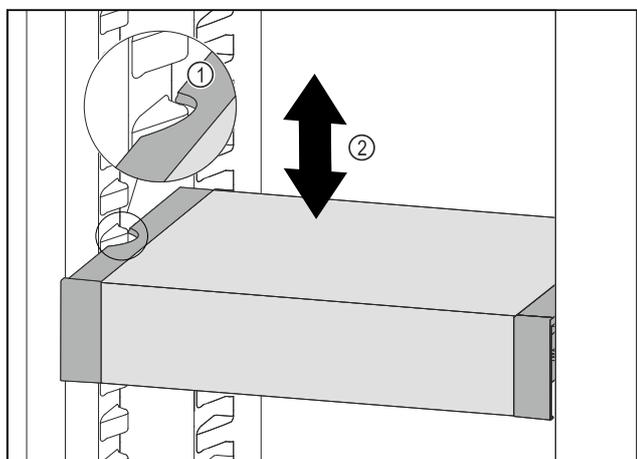

Fig. 108
- ▶ Tire del VarioSafe hacia delante hasta que los huecos laterales del VarioSafe se encuentren a la altura de la nervadura del recipiente en el compartimento del frigorífico. Fig. 108 (1)
- ▶ Mueva el VarioSafe hacia arriba o hacia abajo en el compartimento del frigorífico hasta alcanzar la altura deseada. Fig. 108 (2)